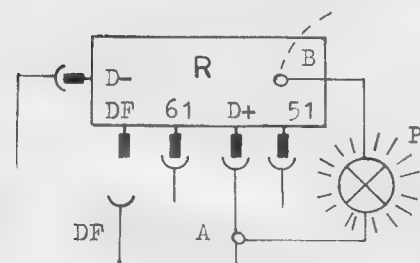

Bild 62
- A an D+ (Regler) legen, B auf die Reglerkappe (Masse) legen (siehe Bild 62).